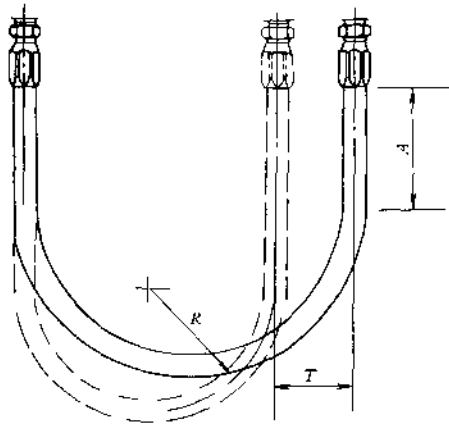

图 30.1-8 按最大运动距离计算软管的曲率半径
• 软管的安装连接，无论在自然状态下，还是在运动状态中，其弯曲半径均不能小于软管制造厂规定的最小弯曲半径，见图 30.1-8。